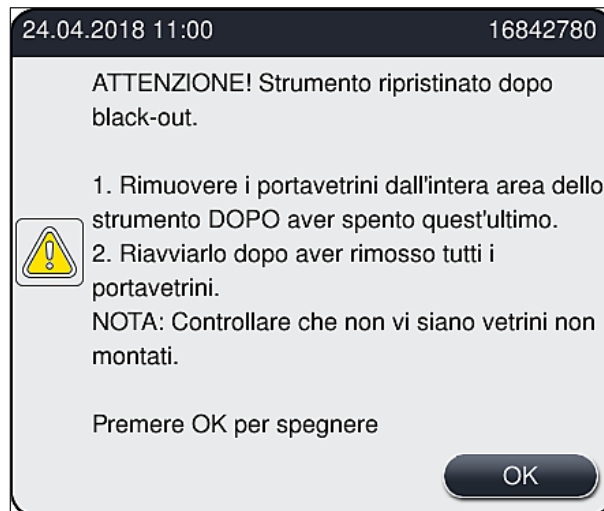

Fig. 109
- Dopo che l'alimentazione è stata ripristinata viene eseguito un riavvio automatico dello strumento. L'utente viene avvisato dell'interruzione dell'alimentazione con un messaggio informativo (→ Fig. 109) visualizzato sullo schermo e l'evento viene inserito nel registro eventi.
- ① Dopo il ripristino dell'alimentazione lo strumento viene riavviato automaticamente. Viene emesso un segnale acustico di avviso e viene visualizzato un messaggio di avviso sul display (→ Fig. 109).
Quindi seguire le istruzioni nel messaggio informativo (→ Fig. 109) e rimuovere i vetrini dallo strumento.